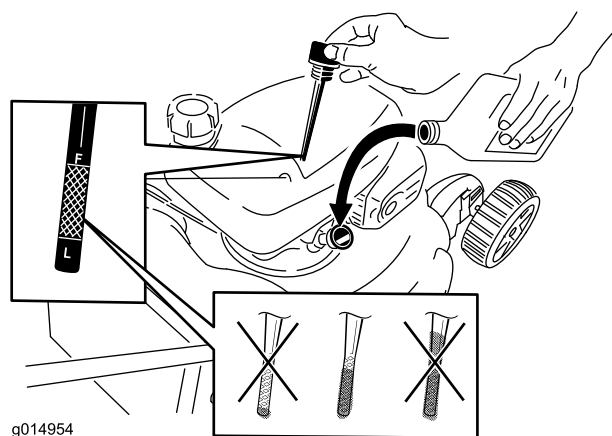

Bild 26
8. Füllen Sie das Öl **langsam** in den Einfüllstutzen ein, um den Ölstand auf die Marke **Voll** am Peilstab anzuheben. Bild 26 **Füllen Sie nicht zu viel ein.** (Max. Füllstand: 0,55 l, **Sorte: Waschaktives SAE 30-KFZ-Öl** mit der Klassifizierung SL, SM oder höher durch das American Petroleum Institute (API).) SAE 10W30 kann statt SAE 30 verwendet werden.